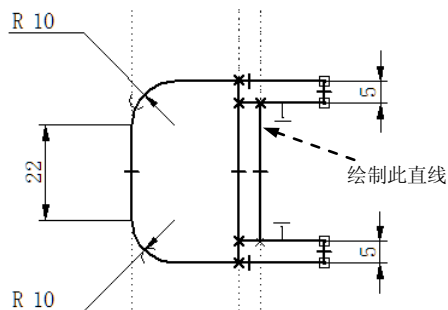

图 7.2.26 绘制竖直线
Step8. 在 **主页** 功能选项卡的 **绘图** 区域中选择  命令，系统弹出“直线”工具条，在绘图区捕捉交点，绘制如图 7.2.26 所示的直线，按 Esc 键结束命令。